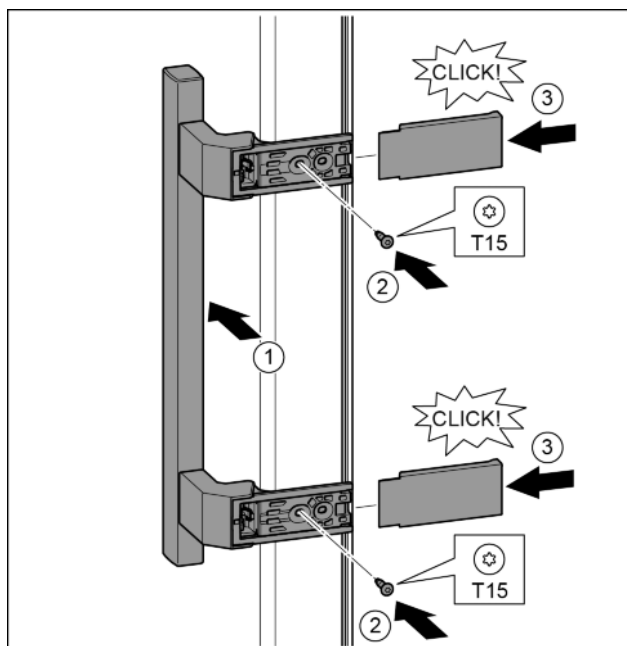

Fig. 18
- Установить ручку на противоположной стороне. Fig. 18 (1)
- Затянуть винты отверткой T15. Fig. 18 (2)
- Установить крышки сбоку и надвинуть. Fig. 18 (3)